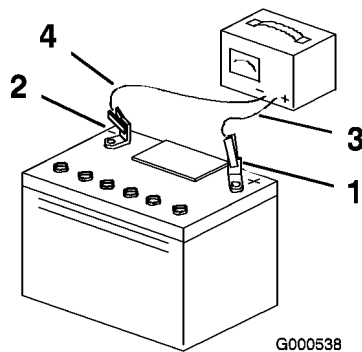

Bild 33
4. Ziehen Sie, wenn die Batterie voll geladen ist, den Stecker des Ladegeräts aus der Dose. Klemmen Sie dann die Klemmen des Ladegeräts von den Batteriepolen ab (Bild 33).